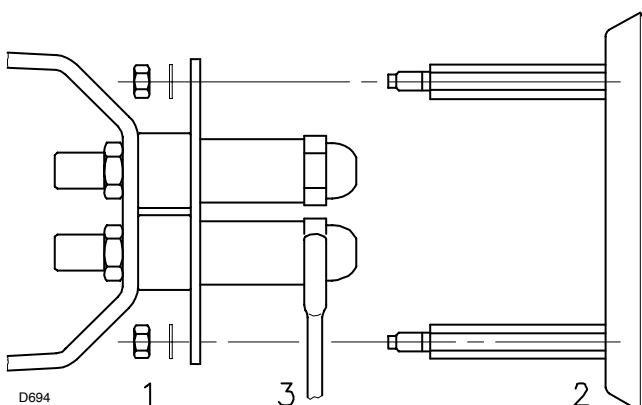

Fig. 11
- Togliere i dadi 1) (Fig. 11) ed il disco 2)
- Sostituire l'ugello con la chiave 3) (Fig. 11).